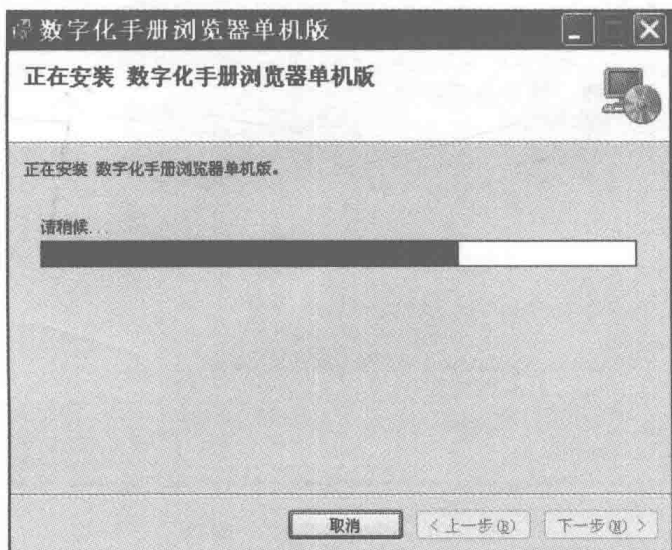

图 1-8 安装过程
7) 在安装过程中, 安装向导显示如图 1-8 所示的安装过程。在此期间, 用户可随时单击“取消”按钮取消当前的安装。